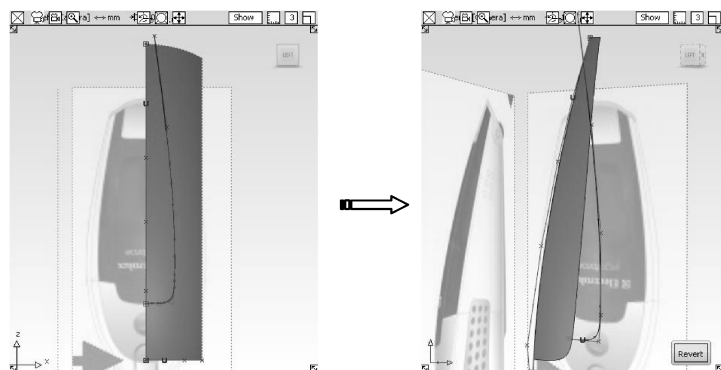

图9-7 剪切曲面
- 08 选择【Project】工具，在【Left】正交视窗中将上曲面边沿线投影到扫掠曲面上，选择【Trim】工具，剪切扫掠曲面，形成吸尘器鼓起的曲面，如图9-7所示。